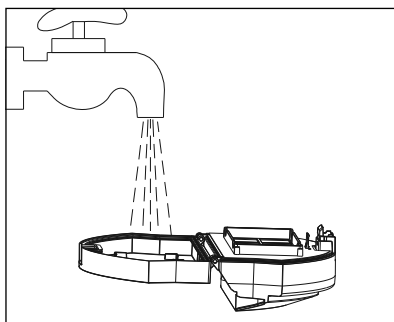

Fig. 12
- 6) Limpie el depósito de polvo **16** y el filtro integrado con agua fría o templada (consulte la fig. 12). Deje que el depósito de polvo **16** y el filtro integrado se sequen completamente al aire antes de volver a montar el depósito de polvo **16** en el aparato.